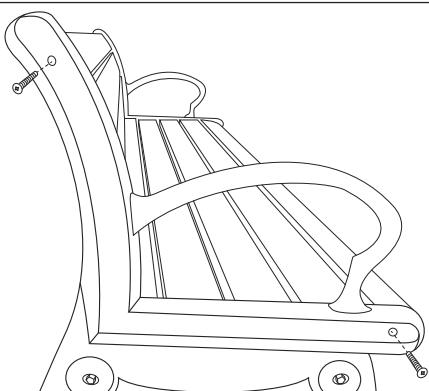

Figure 5
8. À l'aide de la perceuse et de l'embout cruciforme, fixez les vis de 1 ½ po dans les deux planches à bord arrondi à travers les trous prépercés des cadres latéraux. Ces planches se situent en haut du dossier et en avant du siège. (Voir Figure 5)